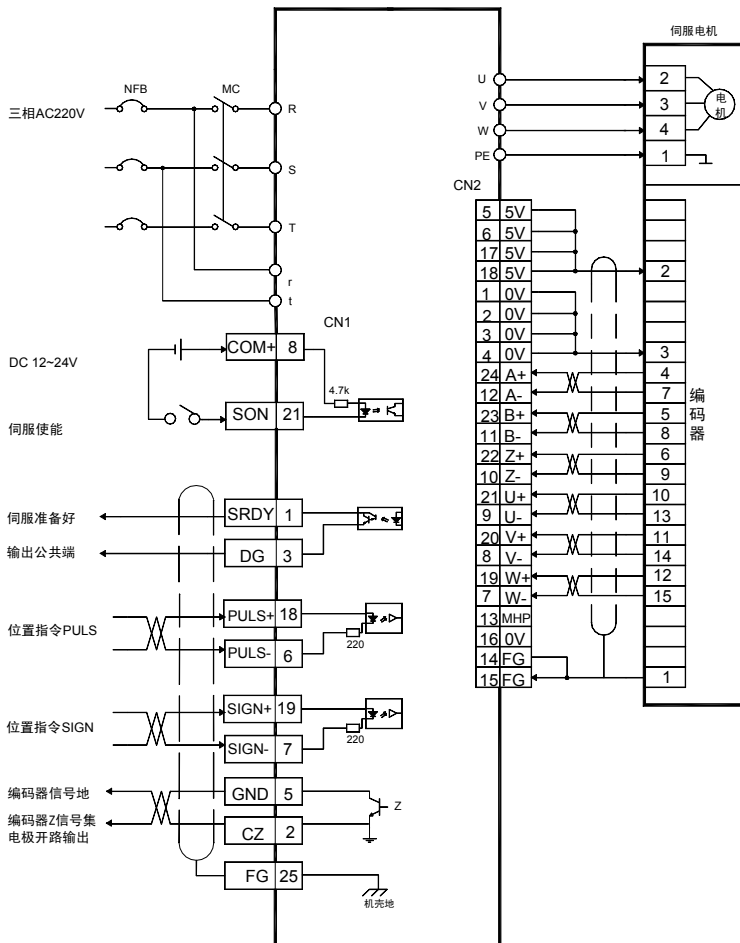

图 7.8 位置控制模式的简单接线图
- 按图 7.8 接线，主电路端子，三相 AC220V 接 R、S、T 端子。